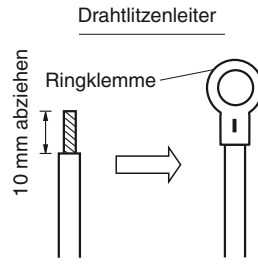
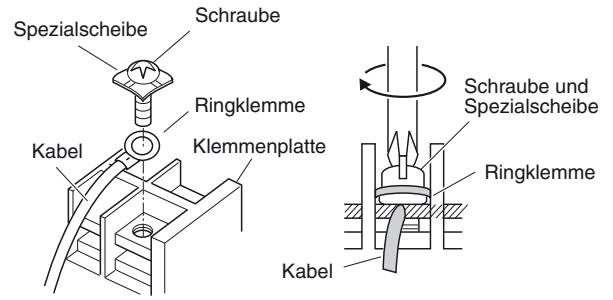

Abb. 4-7
Abb. 4-8
- (1) Das Ende des Kabels mit einem Seitenschneider abtrennen, dann die Isolierung abziehen, um ungefähr 10 mm der Litze freizulegen; danach die Enden der Litze verdrillen. (Abb. 4-7)
- (2) Unter Verwendung eines Kreuzschlitz-Schraubendrehers die Klemmschraube(n) von der Klemmenplatte herausdrehen.
- (3) Mit Hilfe eines Ringklemmen-Werkzeugs oder einer Klemmenzange die Ringklemme fest an jedem freigelegten Kabelende anbringen.
- (4) Die Ringklemme aufschieben, dann die vorher abgenommene Klemmschraube mit dem Schraubendreher wieder festziehen. (Abb. 4-8)